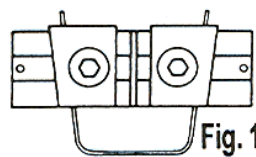

Fig. 1
5. Blades must be fastened with clamps on the cutting head. If clamps are in the normal position (fig. 1) all knives of usual size can be fastened. Extraordinarily large knives can be fastened without difficulty by turning the clamps (fig. 2)
5. Die Messer werden mit Spannbacken am Messerkopf festgeklemmt. Mit der normalen Backenstellung (Fig. 1) können alle Messer üblicher Größe gespannt werden. Abnormal große Messer lassen sich durch Verdrehung der Spannbacken (Fig. 2) ebenfalls ohne Schwierigkeit spannen.
Quand les mâchoires se trouvent en position normale, tous les types de couteaux peuvent y être fixés (fig. 1).
5. I coltelli devono essere fissati con dei morsetti sulla testa di taglio. Quando i morsetti si trovano in posizione normale possono essere fissati tutti i tipi di coltelli (fig.1).